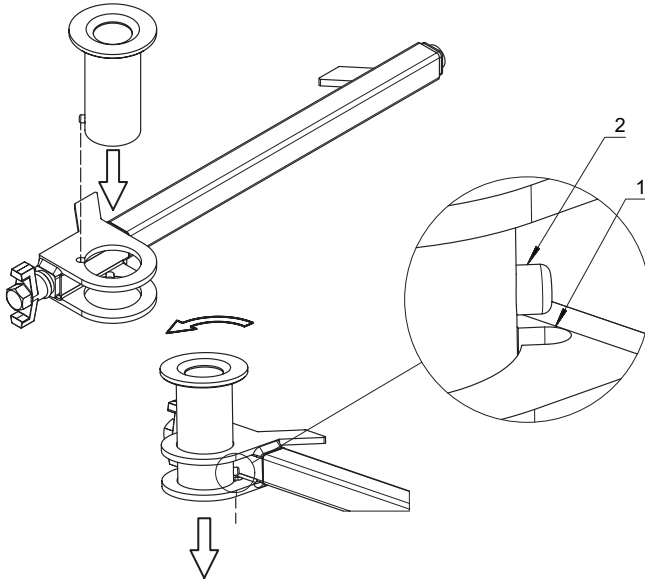

Abbildung 21. Anbringen der Stahlflanschaufnahme
5. Befestigen Sie die Aufnahme an der unteren Stahlflanschzwinge. Auf der Seite der Aufnahme befindet sich ein Bolzen, der in die Rillen an jeder Öse der Zwinge übergehen muss. Die Rillen in den Ösen sind nicht ausgerichtet. Daher muss die Aufnahme gedreht werden, damit sie durch beide Rillen durchgeht. Detailansicht siehe Abbildung 21.